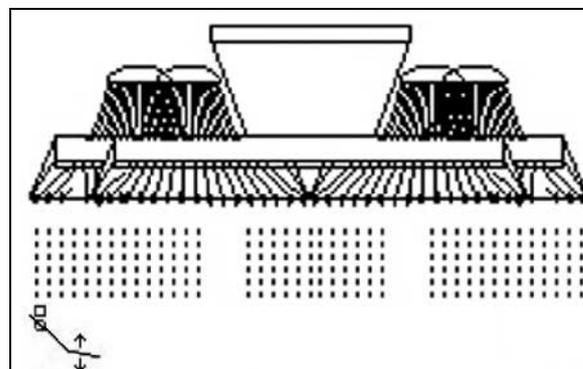

Figura 45
1.  Preselezionare pressione coprisemi (Figura 45).